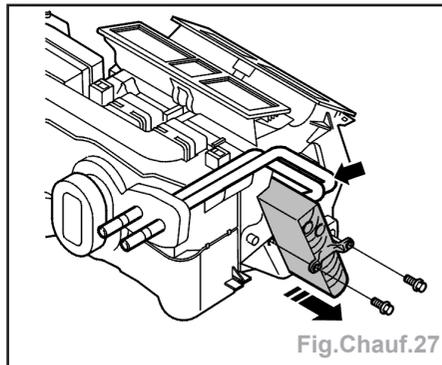

Fig. Chauff.27
- Déposer l'échangeur thermique (fig. Chauff.27).